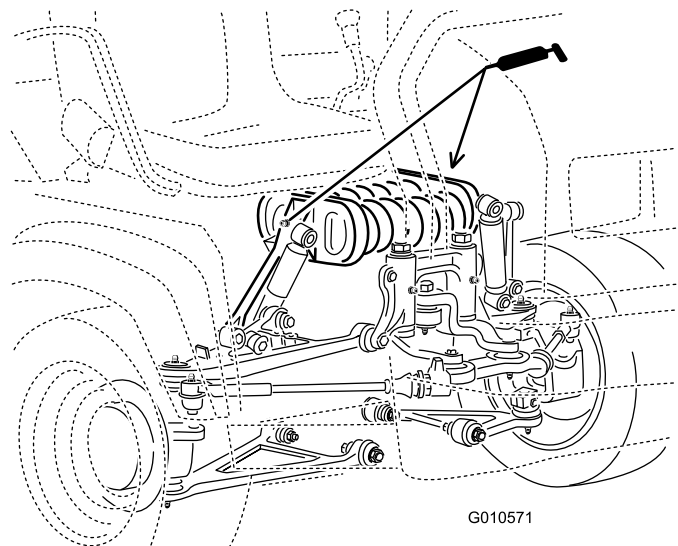

Bild 41
- Horizontalfederung (2), wie in **Bild 41** dargestellt.